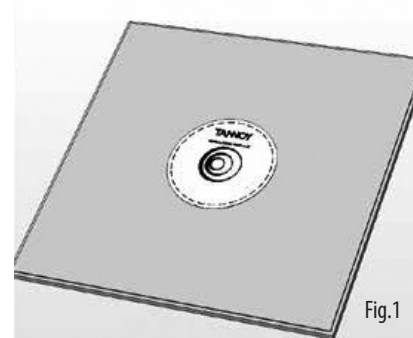

Fig.1
1. Nehmen Sie die Deckenplatte aus ihrem Rahmen und legen Sie sie auf eine ebene Fläche. Markieren Sie den ausgeschnittenen Bereich auf der Deckenplatte, indem Sie die mitgelieferte Schablone nachzeichnen. (Abb.1)